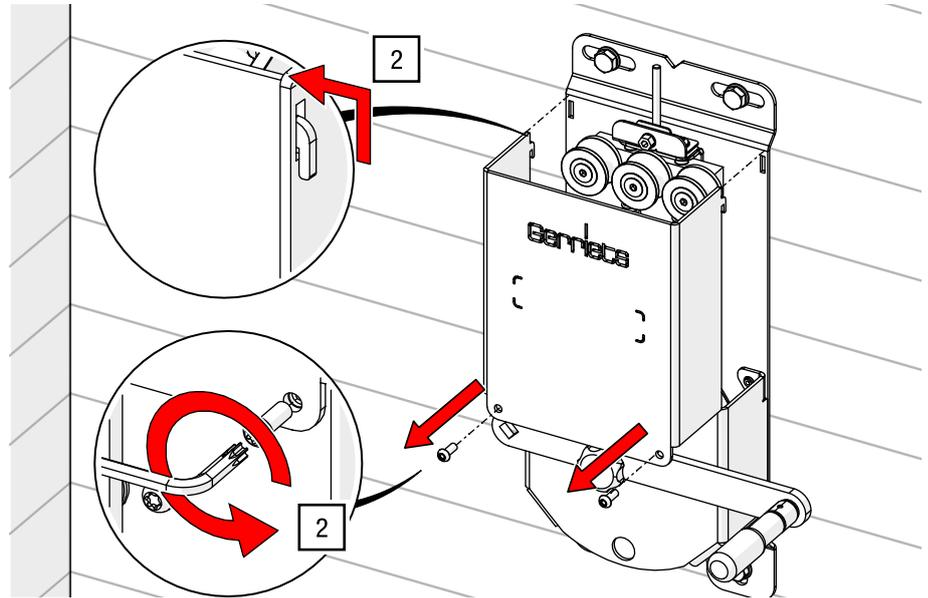

Abb. 113: Gehäuseschrauben lösen und Gehäuse öffnen
2. Lösen Sie die Gehäuseschrauben am oberen Deckblech mit einem TORX®-Schlüssel T30 und heben Sie es aus der Verankerung (siehe Abb. 113).
4. Schließen Sie das Gehäuse in umgekehrter Reihenfolge zu Schritt 2 (umgekehrt zu Abb. 113).